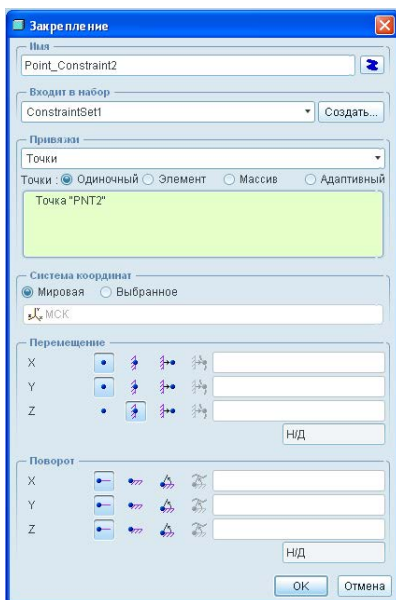

Рис. 8. Пример закрепления точки PNT2
- нажмите свободное вращение  для вращения вокруг осей X, Y и Z. Диалоговое окно должно соответствовать рис. 8.